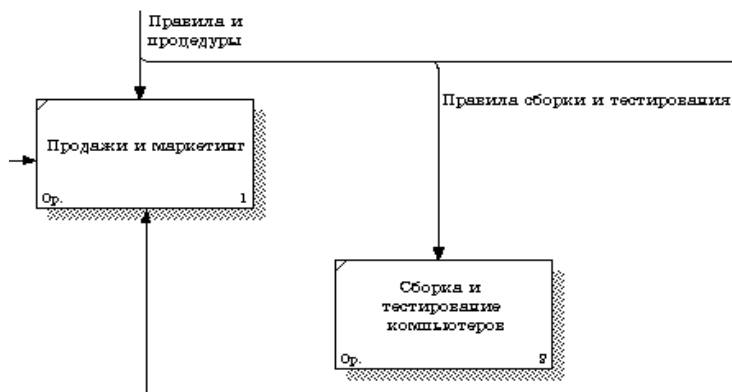

Рис. 50. Стрелка "Правила сборки и тестирования"
5. Правой кнопкой мыши щелкните по ветви **стрелки управления работы "Сборка и тестирование компьютеров"** и переименуйте ее в **"Правила сборки и тестирования"** (рис. 50).